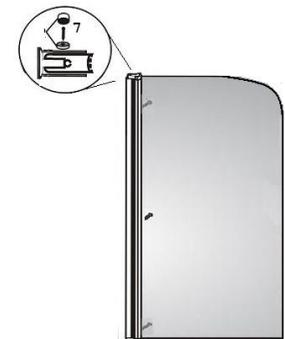

Рис.5
5. Просверлите отверстия в пристенных и вертикальных профилях /1/ и /2/. С помощью саморезов 4\*12 с шайбами /7/ соедините между собой вертикальные профили /2/ с пристенными профилями /1/.. Закройте саморезы декоративными колпачками, входящими в комплект (рис. 5).